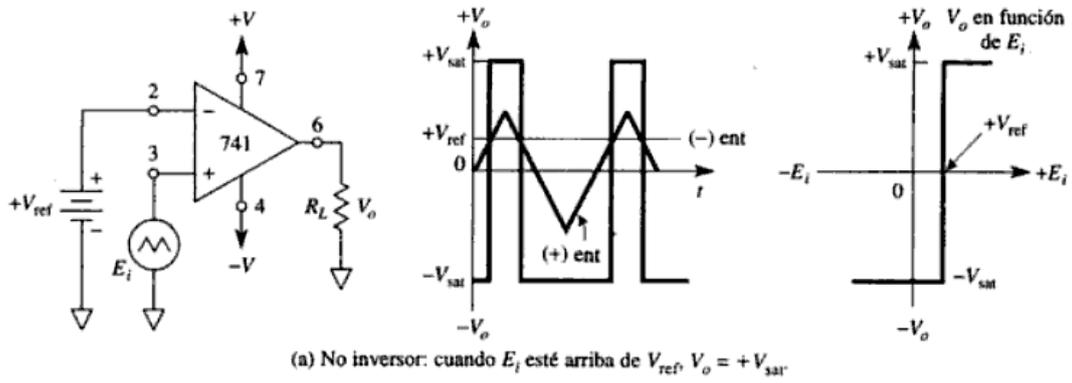

Figura 3. Detector de nivel de voltaje positivo "no inversor".
- 3) Armar el circuito detector de nivel positivo “no inversor” mostrado en la figura 3, y aplicar la siguientes señales triangular y senoidal de entrada $E_i = 3V_p @ 1KHz$, utilizar un $V_{ref}=1$ y después $V_{ref}=2V$.